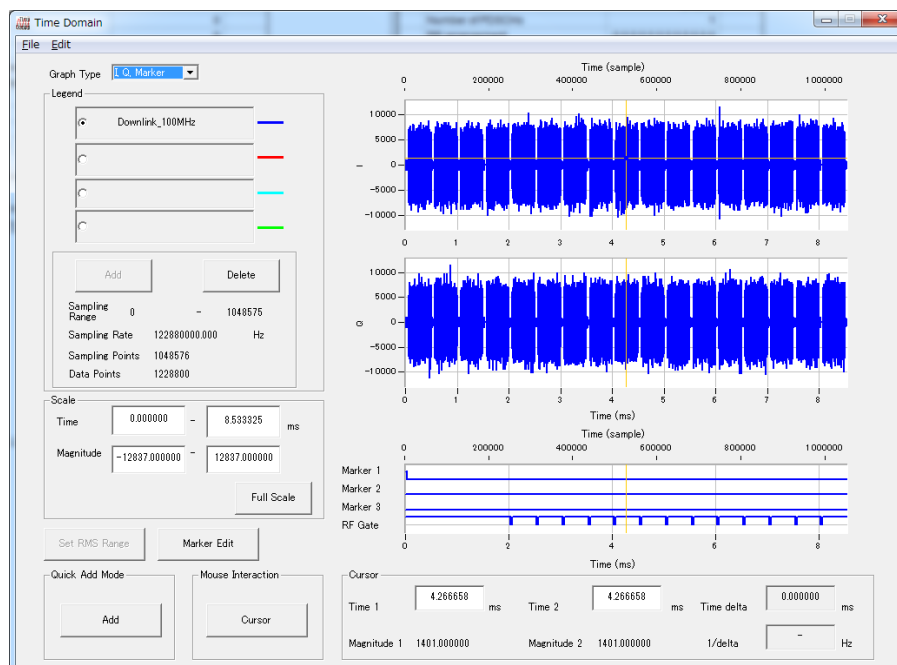

図3.5-5 Time Domain グラフ画面
2. [Simulation] メニューの [Time Domain] をクリックするか、 をクリックすると、図3.5-5に示す Time Domain グラフ画面が表示され、生成した波形パターンのトレースが表示されます。